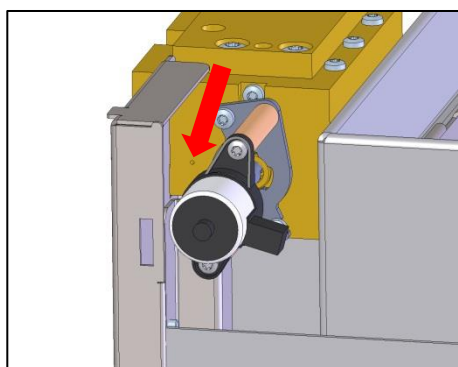

Fig. 54: Orificiu pentru reumplere
- Injectați apa din rețea în cantitatea de reumplere, folosind în acest scop orificiul de la robinetul de inversare (→ Fig. 54).